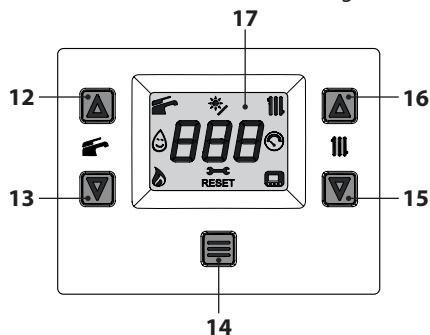
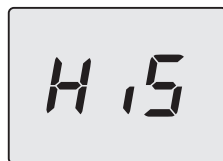
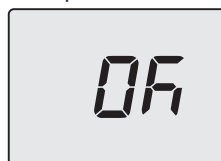

Figura 5.25
Figura 5.26
Figura 5.31
- Entre en la "modalidad programación" pulsando simultáneamente durante 5 segundos los botones 13 y 15 (Figura 5.25) hasta que aparezcan en el display LCD las letras **HiS** que indican el menú "Histórico de la caldera" (Figura 5.26).
- Pulse durante 1 s el botón 14 (Figura 5.25) para entrar en el parámetro seleccionado. El display mostrará lo siguiente (Figura 5.29).
- Pulsando el botón 14 (Figura 5.25) se confirma el valor introducido. El display mostrará durante 5 s lo siguiente (Figura 5.31) y luego se pondrá en el nivel superior.
- Pulsando simultáneamente los botones 13 y 15 (Figura 5.25) se sale sin modificar el valor (vuelta al nivel anterior).
- mantener pulsados simultáneamente los botones 13 y 15 durante 5 s (Figura 5.25) (vuelta al nivel anterior).